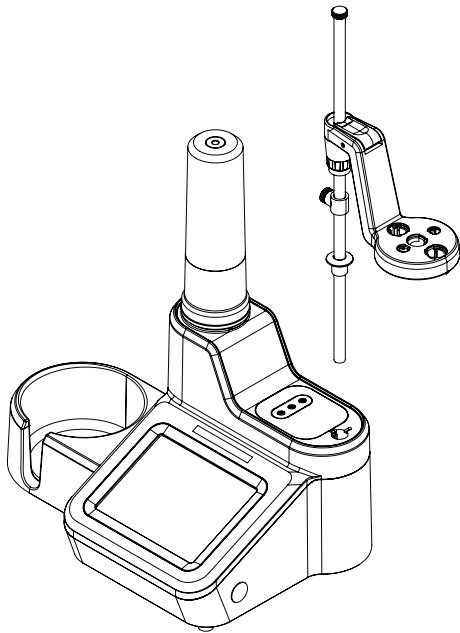

Figura 2. Encaixe do eixo do suporte do elétron
1. Instale o eixo do suporte do elétron inserindo o eixo no orifício na parte superior do titulador e alinhe as ranhuras do eixo com as trilhas do suporte. Consulte a **Figura 2**.